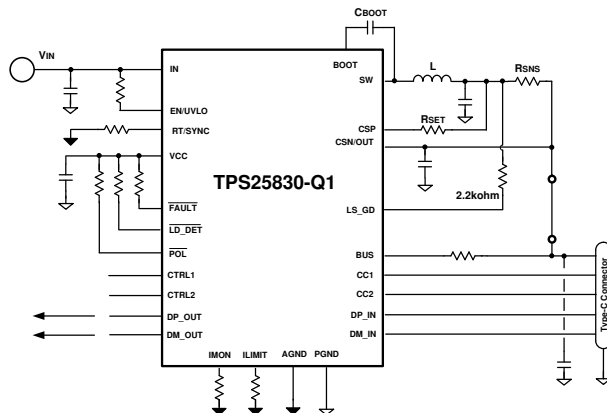
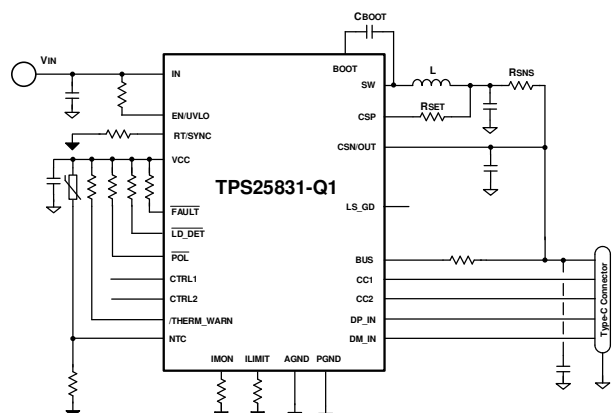

图 10-18. TPS25830-Q1 Buck Average Current Limit
图 10-19. TPS25831-Q1 Buck Average Current Limit
- Buck Average Current Limit, 图 10-18, 图 10-19: